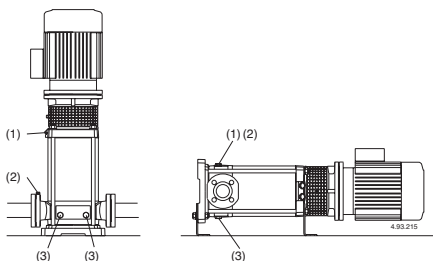

Рис. 4 (1) Наполнение и отдушина
При положении насоса выше уровня перекачиваемой жидкости (работа в режиме всасывания, рис. 3А) или при недостаточной высоте напора (менее 1 м) для открытия обратного клапана наполните всасывающую трубу и насос через соответствующее отверстие (1) (рис. 4).
Во время наполнения винт со штифтом (14.17) в сливной пробке (14.12) должен быть откручен, чтобы имелось соединение между камерой подающей части и камерой всасывающей части (рис. 4а).
Рис. 4а Наполнение: внутренний проход открыт
Рис. 4б При работе: внутренний проход открыт
При работе под гидравлическим напором (рис. 3В) наполняйте насос, медленно открывая задвижку на всасывающей трубе до полного раскрытия; при этом, задвижка в подающей трубе и отдушны (1) и (2) должны быть полностью открыты (рис. 4), чтобы выпустить воздух.
Закройте отдушны (1) и (2) (рис. 4).
Для MXV-B, MXV(L) 25–32–40 и MXV(L)4 25–32–40 Затяните игольчатый винт (14.17) в сливной заглушке (14.12) (рис. 4б) и закройте отверстие для выпуска воздуха (14.04).
Если заливка прерывается (непостоянный поток на подаче при открытых задвижках) или если давление на манометре колеблется, провести повторный выпуск воздуха на всасывании (2), проверить герметичность всех соединений всасывающей трубы и крепко затянуть выпускную заглушку (2) и сливные заглушки (3) со стороны всасывания (рис. 4).
По возможности, как в случае временной работы с грязными жидкостями, прокачайте через насос немного чистой воды для удаления осадков. Либо, после слива воды, промойте насос, залив не менее 4 л чистой воды в заливочное отверстие (1) со стороны подачи и дав ей выйти через сливное отверстие (3) со стороны всасывания (рис. 4).
Перед разборкой насоса отсоединить провод от зажимной коробки, закройте задвижки на всасывании и подаче и слейте жидкость из корпуса насоса (рис. 4).